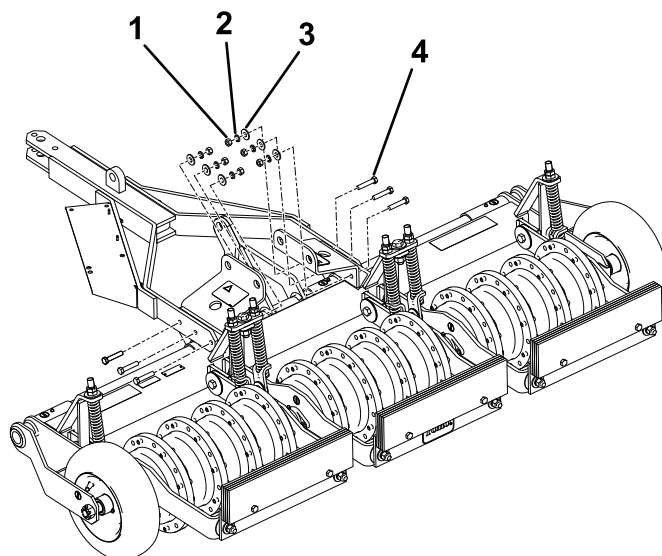

Рисунок 6
4. Прикрепите узел дышла и кронштейны с помощью крепежных деталей, как показано на Рисунок 6, и затяните гайки с моментом от 54 до 74 Н·м.